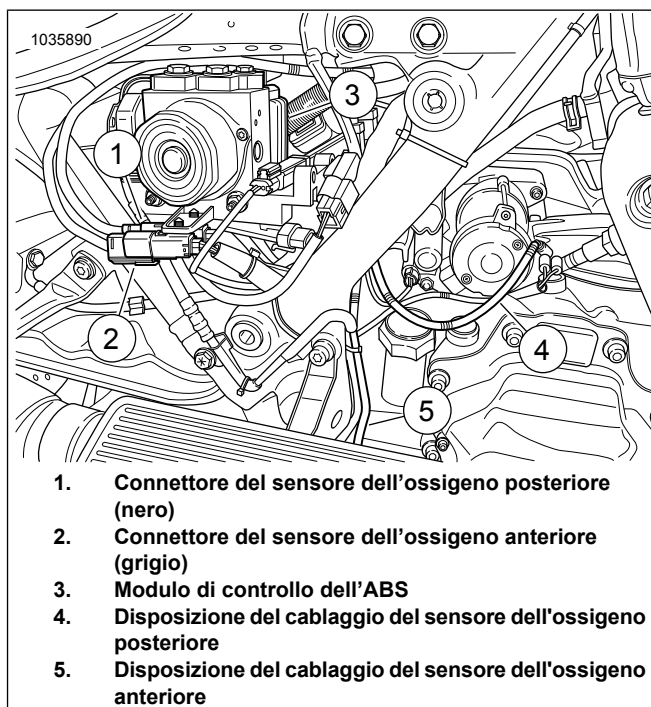

Figura 16. Disposizione del cablaggio del sensore ATM
16. Vedere Figura 16. **Sensore dell'ossigeno anteriore (5, guida lunga del cablaggio):**
- Dal sensore posteriore, far passare e fissare il cablaggio dell'ossigeno lungo la parte superiore della trasmissione (4). Installare il numero di fascette fermacavi necessario.